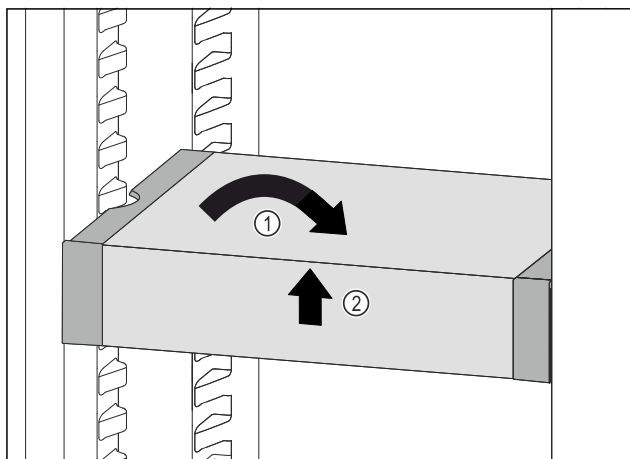

Fig. 89
- ▶ VarioSafe ustawić prosto. Fig. 89 (1)
- ▶ VarioSafe unieść z przodu. Fig. 89 (2)